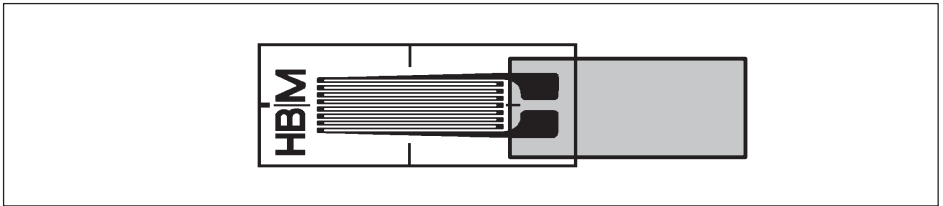

Fig. 5.1 Charnière pour jauges d'extensométrie sans fils
- ▶ Placez la jauge d'extensométrie sur le point de mesure et alignez-la avec précaution. Utilisez alors les pinces pour appuyer fermement sur l'échantillon. En faisant cela, vous créez une charnière avec un morceau de ruban adhésif comme illustré à la Fig. 5.1.